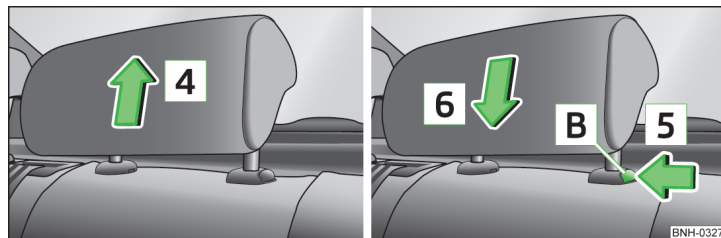

Fig. 50 Reglarea pe înălțime a tetierei spate
- > Împingeți tetiera în sus în direcția săgeții **4** » fig. 50.